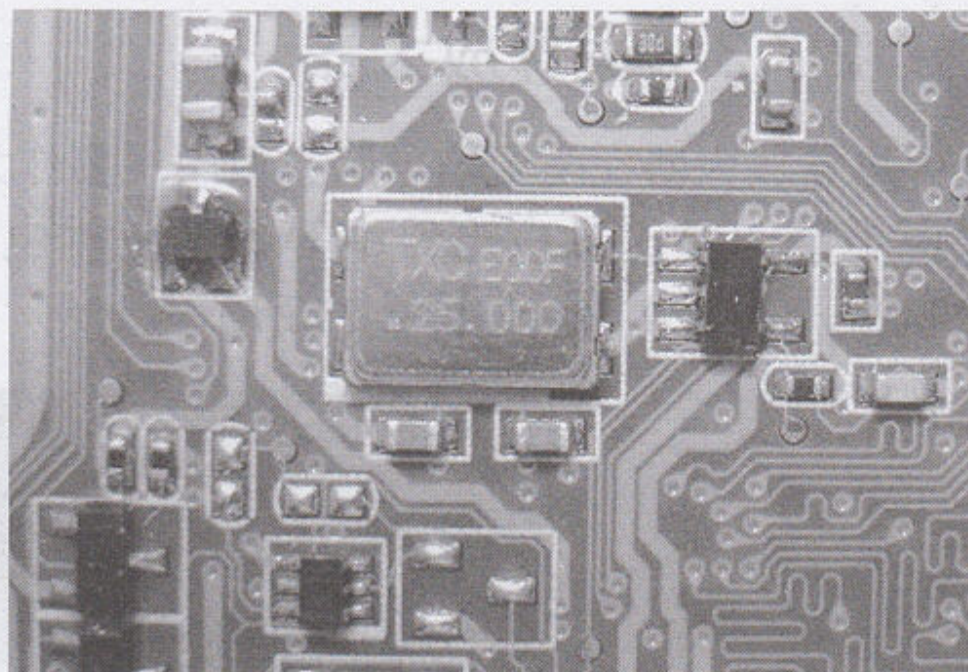

图 2-23
(3) 网卡晶振。该晶振与网卡芯片相连，频率为 25.000MHz，该晶振损坏后，会导致笔记本电脑网卡不工作或者根本检测不到网卡。该晶振两引脚之间的电压一般在 1V 左右。网卡晶振如图 2-23 所示，该晶振也是 4 个脚，其中两个有用，另两个是起固定作用，并没有连接电路。